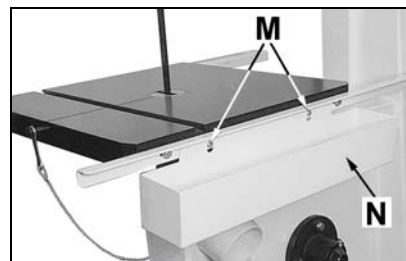

Рис. 6
В нижнюю направляющую упора закрутите два винта с цилиндрическими головками (М, Рис. 6) и установите контейнер для сбора стружки (N).